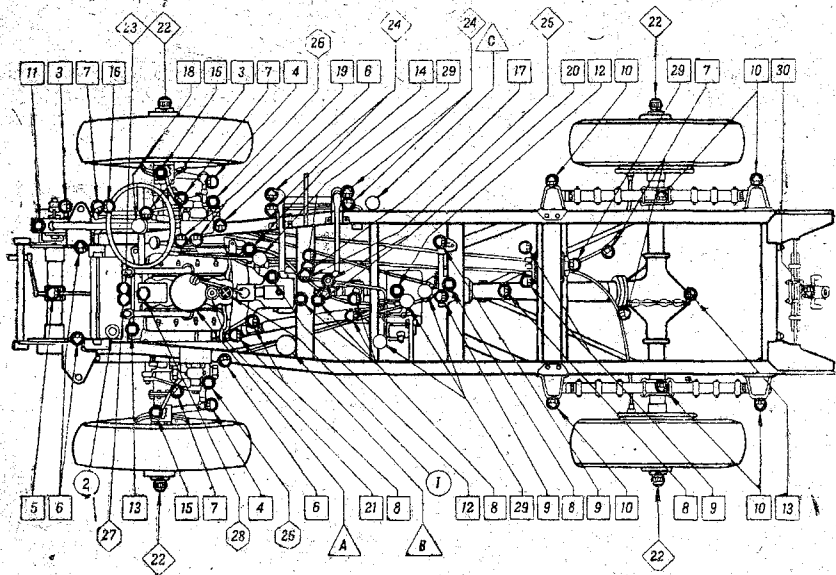

Рис. 17. Схема смазки
1. Производить смазку шасси согласно схеме смазки (рис. 17).
(рис. 17)